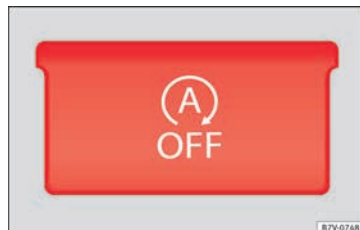

Fig. 208 Detalle de la consola central: tecla para el funcionamiento Start-Stop.
- Pulse la tecla  en la consola central » **fig. 208.**